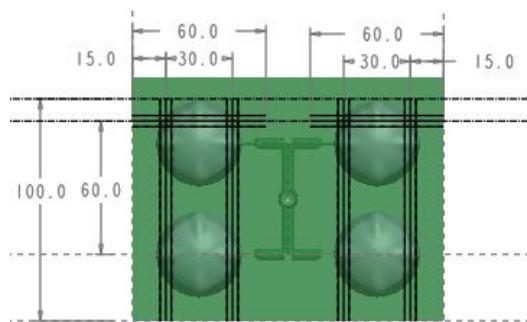

图 29.3 截面草图
Step5. 绘制截面草图。进入草绘环境后，绘制图 29.3 所示的截面草图。完成特征截面的绘制后，单击“草绘”操控板中的“确定”按钮 。